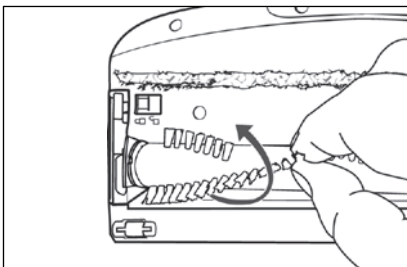

Fig. 30
- 3) Retirez le rouleau brosse 21 par les poils de la brosse de sol 22. Tournez légèrement le rouleau brosse 21 pour pouvoir le retirer plus facilement (voir fig. 30).